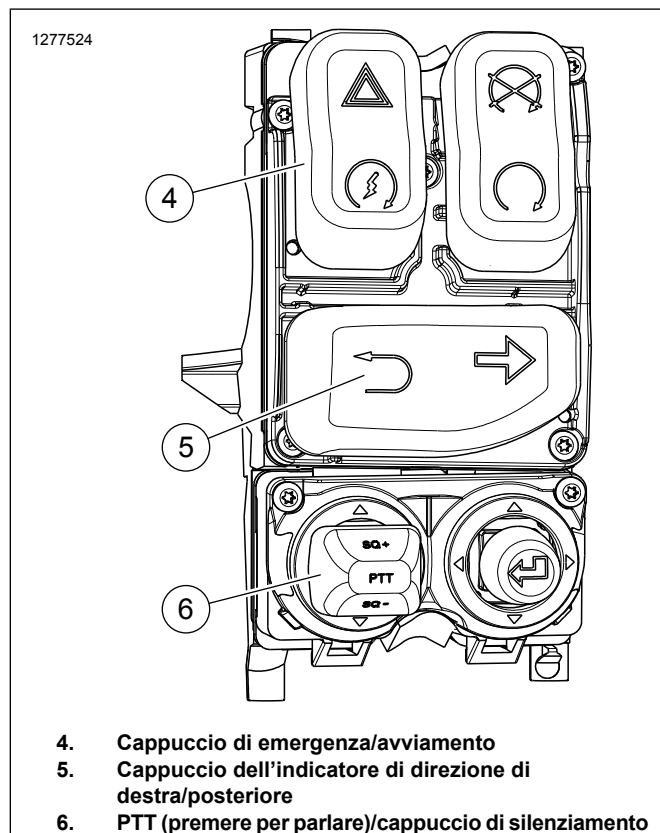

Figura 7. Vista del comando di destra 2019 e successivi dopo la sostituzione del cappuccio dell'interruttore
2. **Modelli Touring:** Vedere Figura 7. Installare il modulo di comando di destra, codice parte 71500130C. Vedere il manuale di manutenzione.
- c. Vedere Figura 7 Installare il tasto dell'indicatore di svolta a destra/inversione (5) sul nuovo modulo di comando.